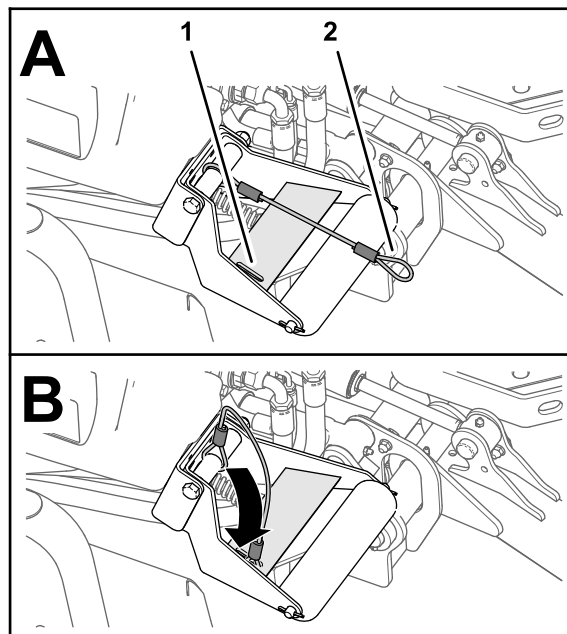

图 32
4. 在滚刀组放下时将系索的挂环滑入滚筒支架加强板的槽中图 32。